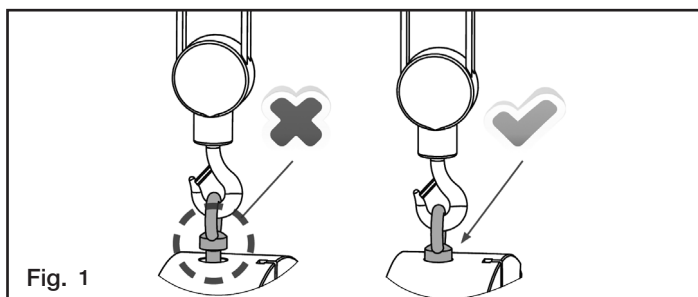

Fig. 1
- I golfari di sollevamento siano completamente avvitati nei fori filettati (vedi fig.1).